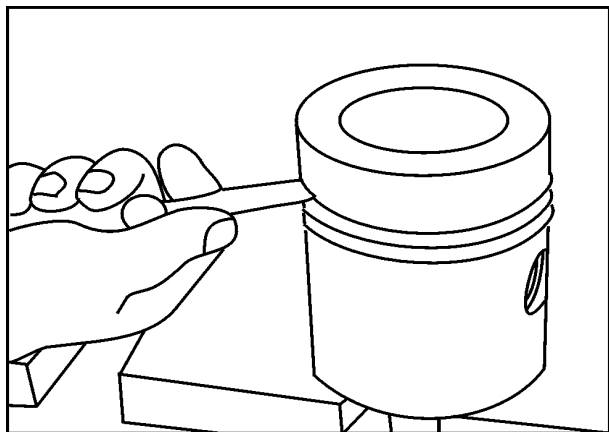

FIG 4
3. Monte o anel novo e examine a sua folga lateral no canaleta, veja **Fig. 4**. Se for superior à especificada: